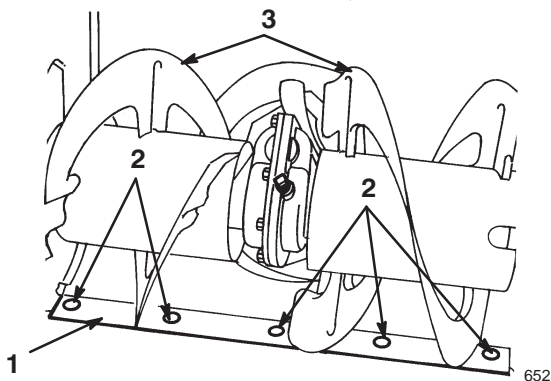

Figure 26
6. Placez un support sous les lames de la tarière pour qu'elles se trouvent à 3 mm du sol (Fig. 26).
8. Pour corriger la position de la lame racleuse, desserrez les 5 vis de montage (Fig. 26), mettez la lame de niveau à la hauteur voulue et resserrez les vis.